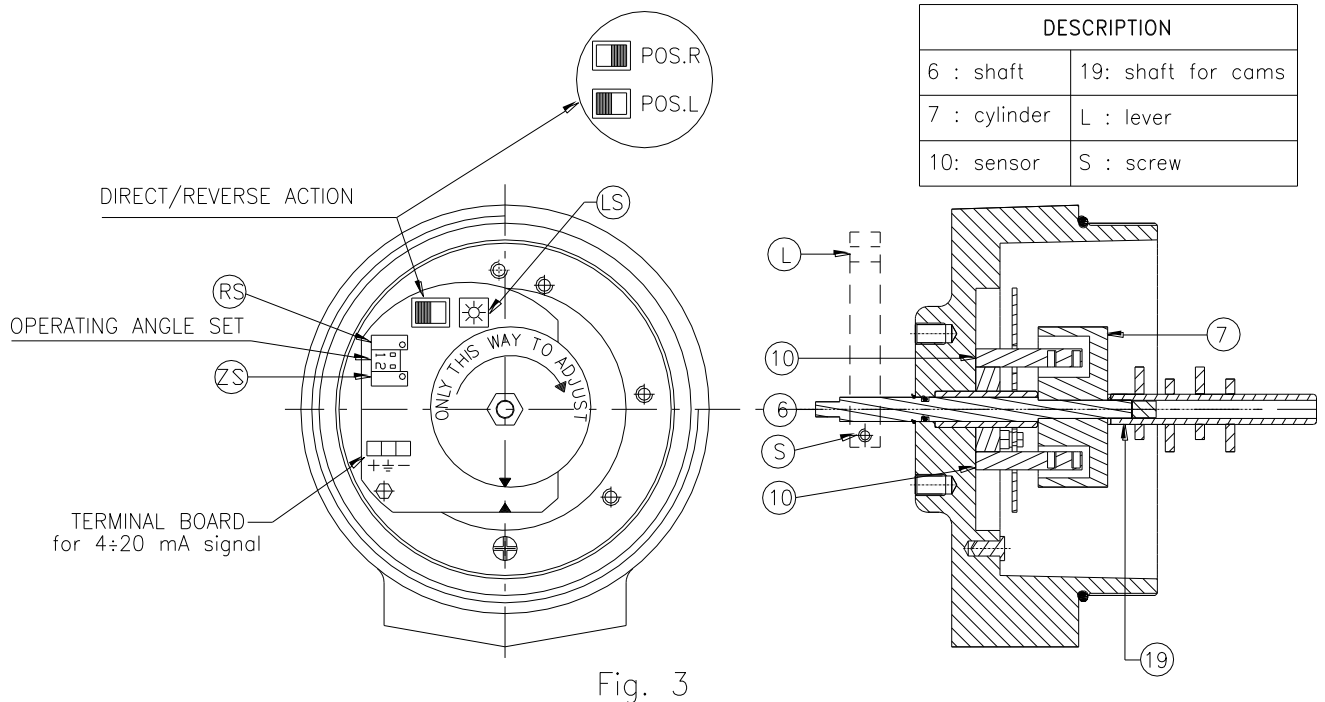

Fig. 3
- Sollevare e ruotare manualmente la camma finché fa commutare il fine corsa in corrispondenza dell'angolo desiderato (si veda Fig. 3/allegato 1).
- Lift and rotate by hand the cam until it makes trigger the limit switches at the required angle (see Fig. 3/enclosure 1).